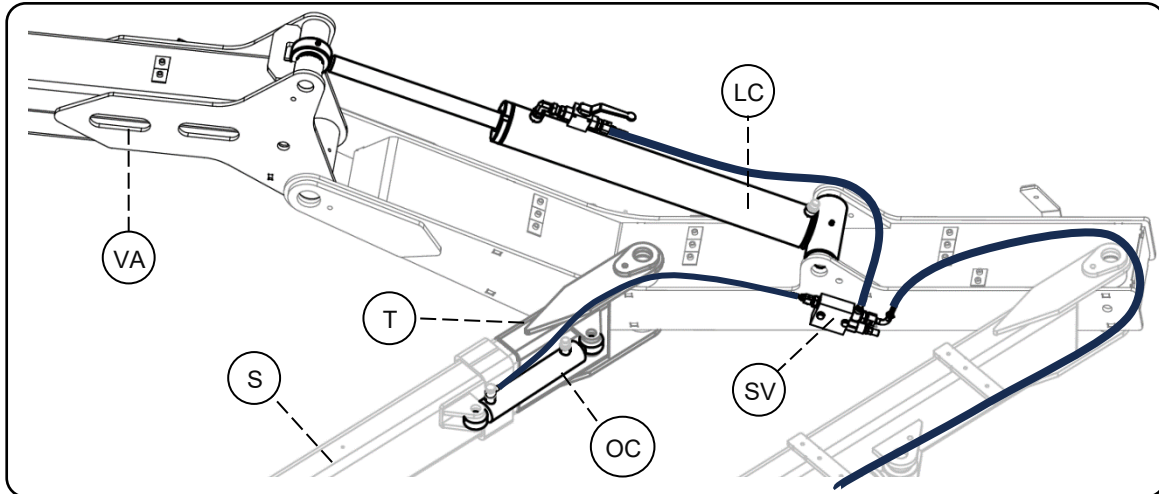
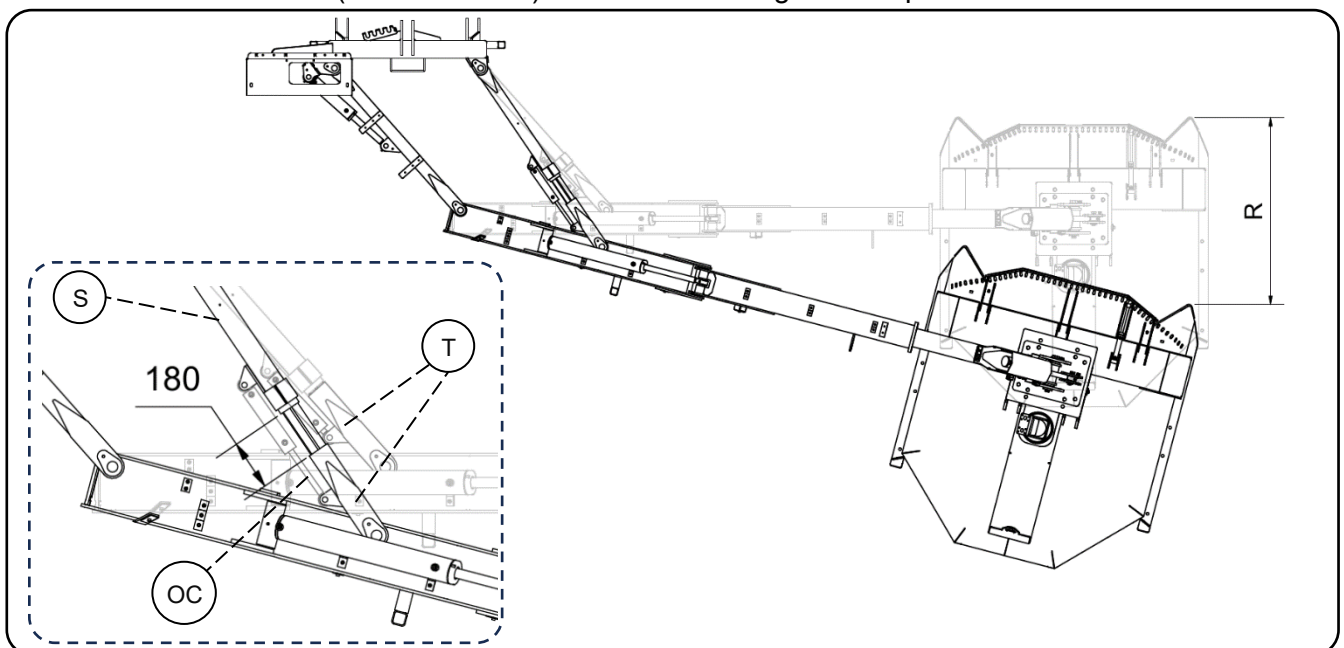

Abb. 20
Abb. 21
Die Maschine ist mit einem hydraulischen Kollisionsschutz ausgestattet. Trifft der Mulchkopf auf ein Hindernis, kann er sich rückwärts bewegen ($R = \text{Max. } 130 \text{ cm}$ – siehe Abb. 21). Gleichzeitig gelangt über ein Sicherheitsventil (SV) Öl vom Zylinder (OC) des Kollisionsschutzes in den Hubzylinder (LC). Der Hubarm (VA) mit dem Mulchkopf wird dann angehoben, siehe Abb. 20. Die Konstruktion ist so ausgelegt, dass eine Rückkehr in den vorherigen Betriebsmodus erfolgt, sobald das Hindernis passiert bzw. wenn der Mulchkopf angehoben wurde.
Der Fahrer muss den Kollisionsschutz bei der Arbeit kontinuierlich überwachen. Wird der Kollisionsschutz ausgezogen, muss die Last nach vorne reduziert werden. Hierfür muss der Kopf angehoben und gleichzeitig sichergestellt werden, dass der Kollisionsschutz zurückkehrt. Wenn der Fahrer nicht rechtzeitig vor dem Ende des Betätigungswegs (180 mm – siehe Abb. 21) am Zylinder anhält, kann das Auge/die Kolbenstange des Zylinders zerbrechen. Mit dieser bewussten Konstruktionslösung wird dafür gesorgt, dass die übrigen Komponenten der Maschine und die Parallelarme (Schwenkarme) mechanisch weniger beansprucht werden.